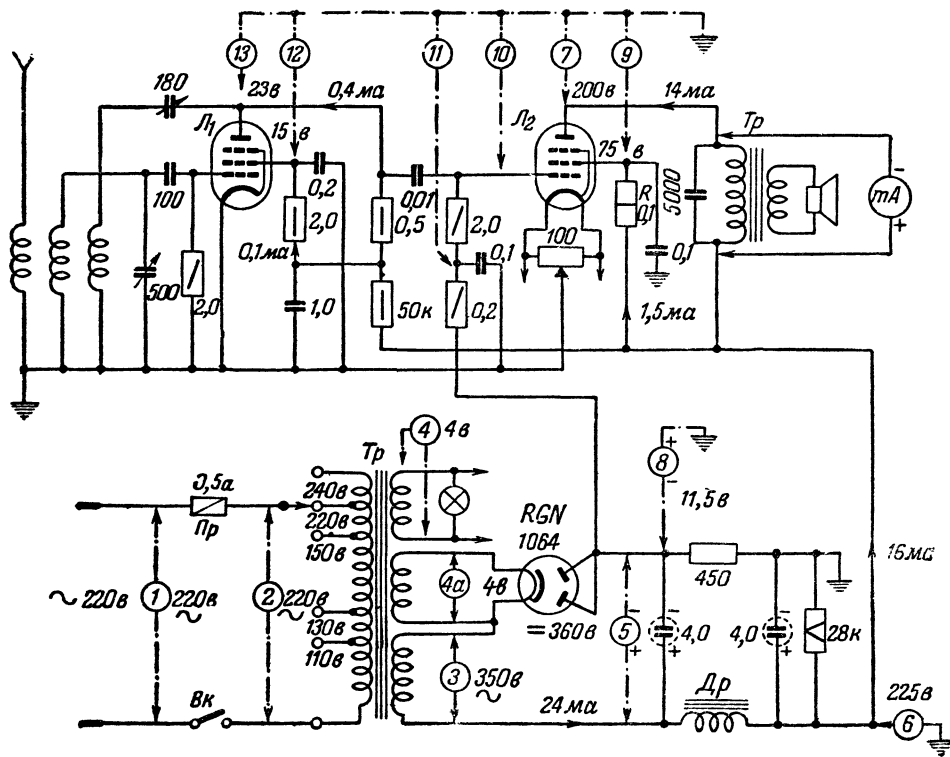

Рис. 2. Расположения точек подключения приборов при проверке режимов работы приемника.
Последовательность проверки напряжений показана на примере схемы (рис. 2). Между точками 1, 2, 3 и 4 измеряют напряжение переменного тока, подключая оба щупа прибора к точкам, указанным стрелками и относящимся к одной цифре. Так же измеряют напряжение постоянного тока в точке 5. Все остальные измерения напряжений постоянного тока производят относительно шасси, т. е. когда отрицательный щуп прибора присоединяется к шасси, а положительный—к тем точкам схемы, куда указывают стрелки от соответствующих цифр измерения. Для измерения в точках 8, 10 и 11 надо «заземлить» положительный щуп прибора.
При измерении напряжений на высокоомных сопротивлениях и в цепях с малым током возможны ошибки, зависящие от величины внутреннего сопротивления прибора. Ошибки будут тем меньше, чем больше внутреннее сопротивление. Используя для примера схему на рис. 2, покажем, где могут появиться ошибки при измерениях.
**Пример.** Напряжения на схеме на рис. 2 измерены вольтметром с внутренним сопротивлением 10 000 ом/в. Какое напряжение на экранирующей сетке лампы  $L_2$  покажет вольтметр с внутренним сопротивлением 1 000 ом/в (предел измерений 100 в)?